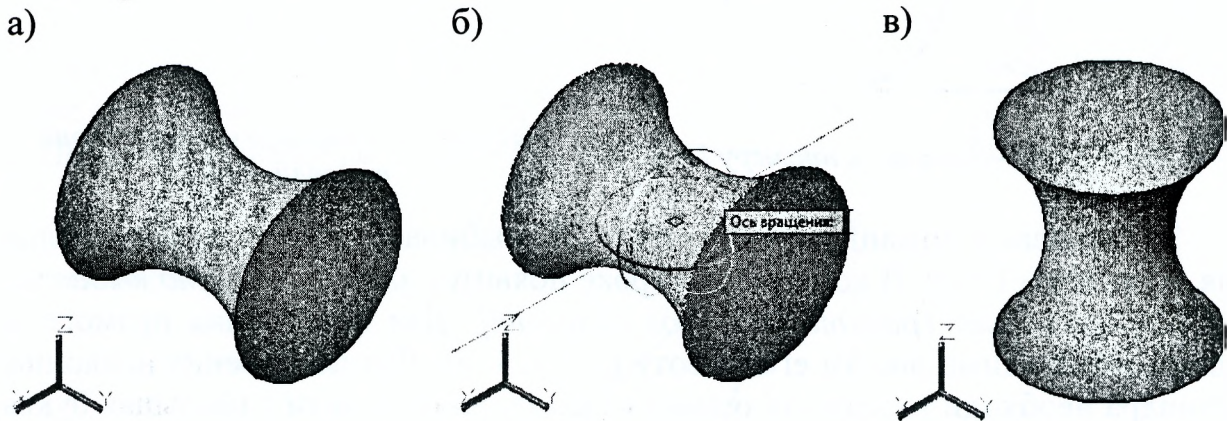

Рисунок 10 – Ориентация 3D-модели в пространстве
3. Изменение представления модели осуществляется с помощью панели «Визуальные стили». Выбираем визуальный стиль «Концептуальный». Устанавливаем вид «СВ-изометрия» на панели «Вид» (рис. 10, а).
Для этого выбираем команду  «3D-поворот» на панели «Моделирование». Выбираем ЛК объект вращения, нажимаем Enter. Появляются ручки вращения в соединении с курсором. ЛК выбираем базовую точку, затем наводим курсор на красную ручку до появления оси вращения (ось X) (рис. 10, б). Вводим с клавиатуры угол поворота 90 и нажимаем Enter (см. рис. 10, в). Следует отметить, что по умолчанию в AutoCAD при задании положительного значения угла поворот осуществляется против часовой стрелки, отрицательного – по часовой стрелке.